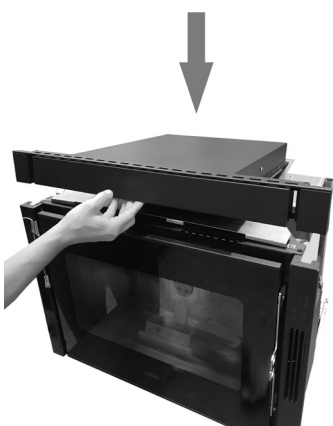
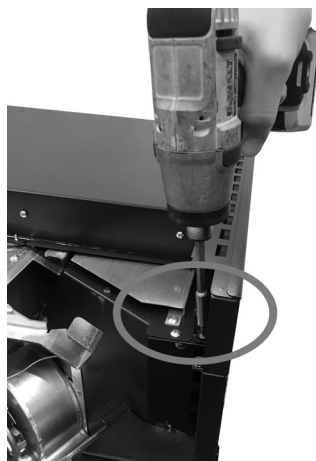
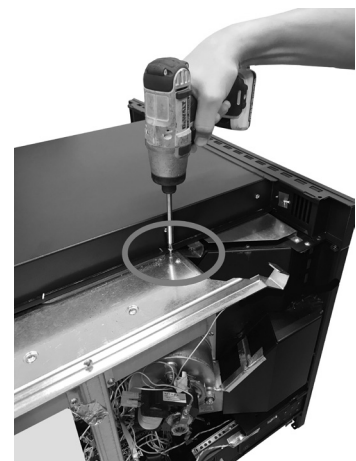

Fig. 53 - Posizionamento cassetto
Fig. 54 - Fissaggio anteriore cassetto
Fig. 55 - Fissaggio centrale cassetto
- Posizionare il cassetto sopra il corpo macchina (vedi **Fig. 53**) e fissare prima la parte frontale (vedi **Fig. 54**) poi la parte centrale (vedi **Fig. 55**).